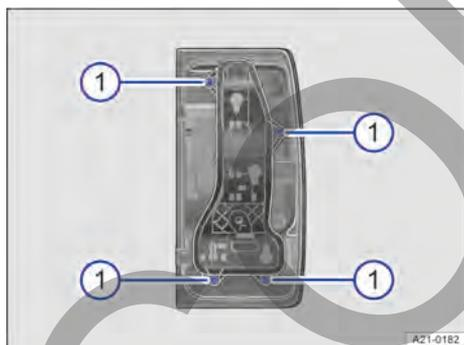

Fig. 155 En el grupo óptico trasero: soltar el portalámparas.
7. Desenrosque los cuatro tornillos de fijación del portalámparas con el destornillador → fig. 155 ①.
10. Coloque el portalámparas en el grupo óptico trasero y atornillelo → fig. 155 ①.